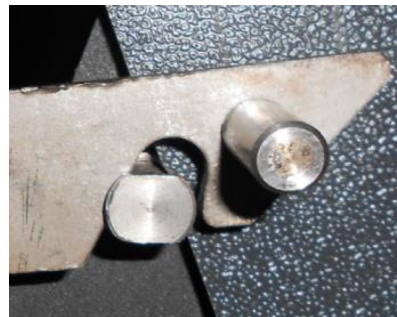

Figura 8
1. Durante la fase di sollevamento, quando l'albero tocca il dispositivo di blocco (come in figura 8);